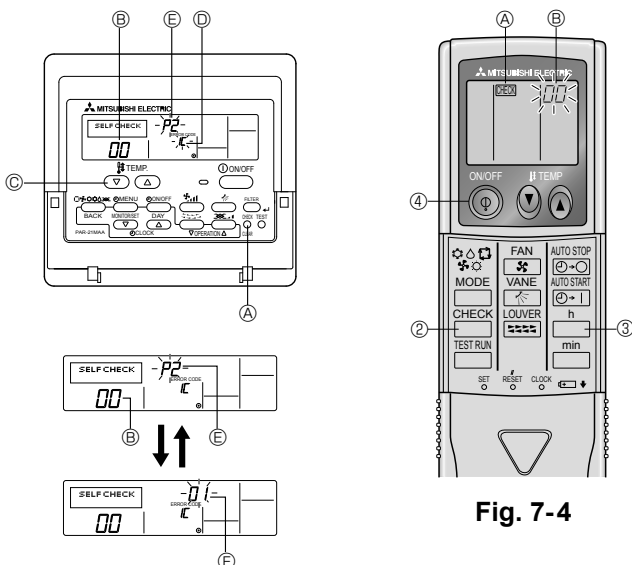

Fig. 7-3
7.3.1. Für die verdrahtete Fernbedienung (Fig. 7-3)